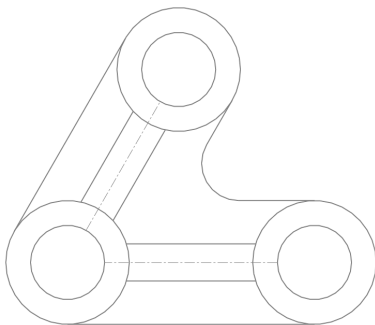

图 3-43 复制草图对象
(5) 用与上同样的方法，复制其他的草图对象，退出草图绘制环境，效果如图 3-43 所示。